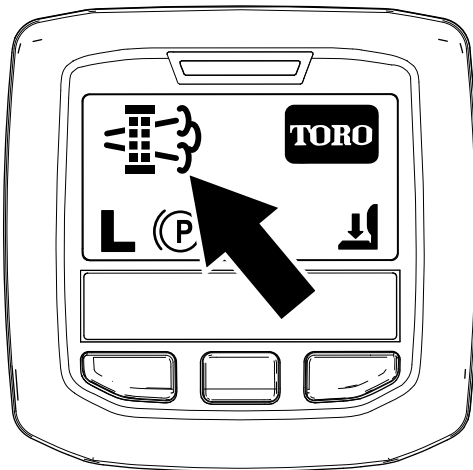

Figure 46
- Quand le calculateur moteur demande une régénération en stationnement ou une régénération d'urgence, l'icône de demande de régénération (Figure 46) s'affiche sur l'InfoCenter.